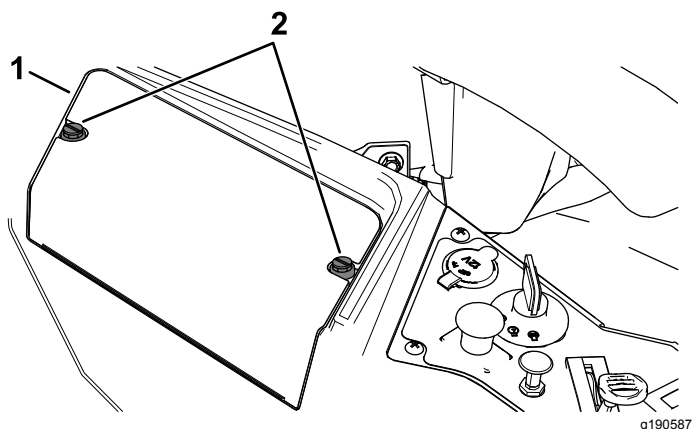

Figura 56
3. Desaperte as duas fixações na cobertura da bateria no sentido contrário ao dos ponteiros do relógio 1/4 de volta e retire a cobertura (Figura 56).
6. Instale a cobertura da bateria empurrando e apertando as duas fixações no sentido dos ponteiros do relógio (Figura 56).